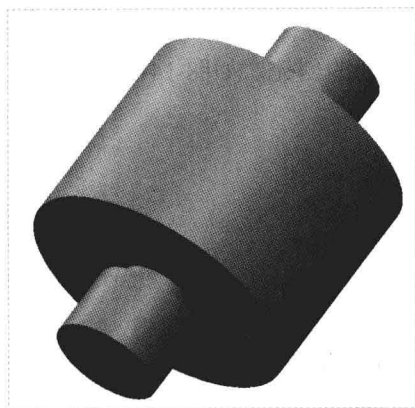

图 14-23 创建旋转特征
Step 03 单击“关闭”面板中的“确定”按钮，完成截面绘制并退出草绘环境，单击“应用并保存在工具中所做的所有更改，然后关闭工具操控板”按钮，完成旋转特征的创建，如图 14-23 所示。